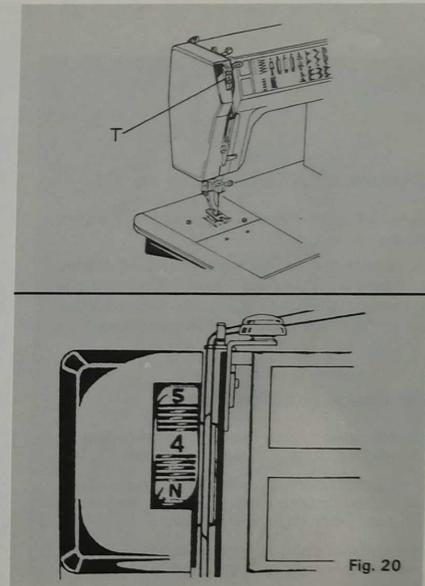

Fig. 20
16.º REGULACION DE LA TENSION SUPERIOR (fig. 20)